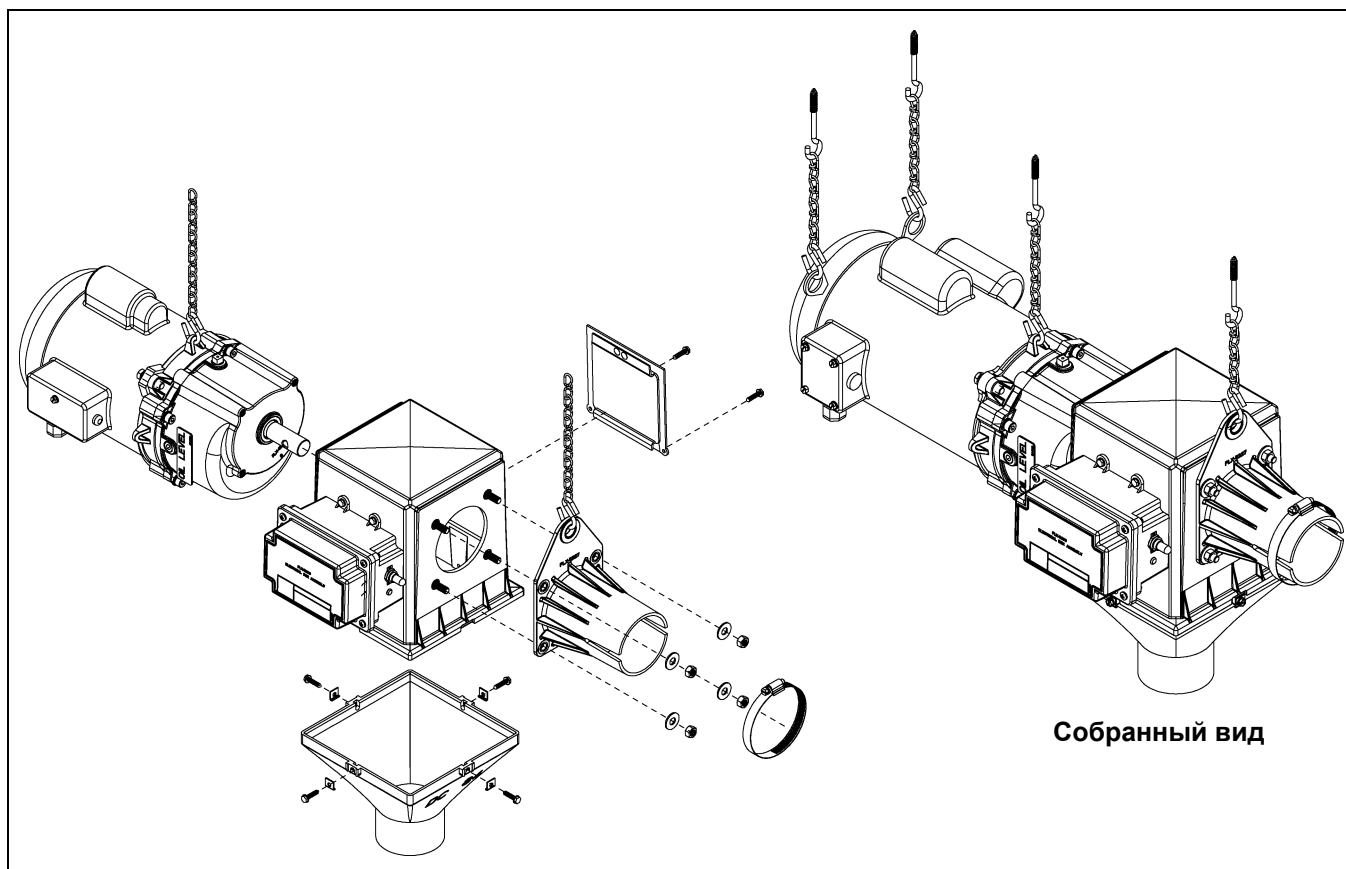

Рисунок 5S Прямой привод/двигатель
7. Надежно подвесьте двигатель и блок управления к потолку, как показано на рис. 5S.